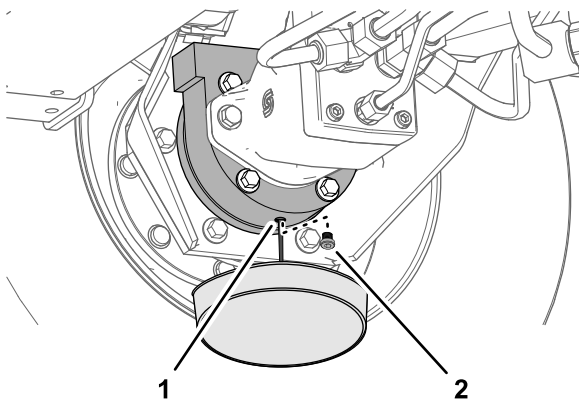

Рисунок 68
- Подставьте сливной поддон под корпус тормоза, снимите пробку сливного отверстия и дайте маслу полностью стечь (Рисунок 68).